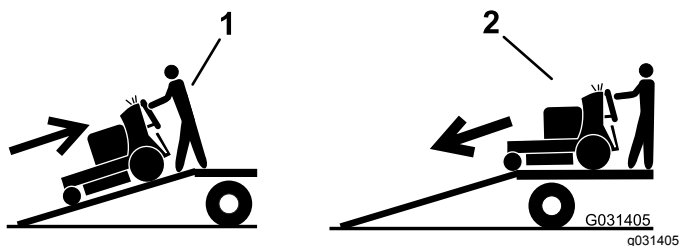

Figura 25
5. Suba a rampa em marcha atrás (Figura 25).